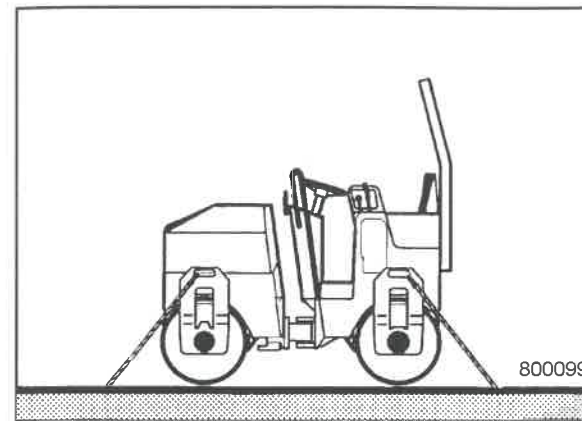

Fig. 81
- Rizzare la macchina sul mezzo di trasporto fissando la rizzazione (Fig. 81) sul telaio anteriore oppure posteriore.